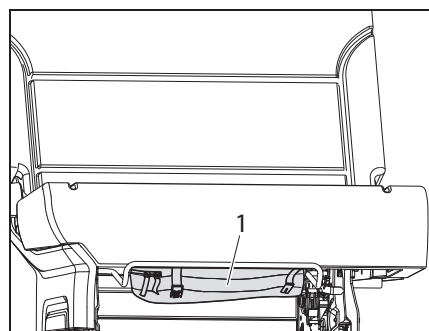

Figure 97 Sac des outils de bord sous la banquette
- ▷ L'outil pour le changement des pneus se trouve dans le sac des outils de bord (Figure 97,1) sous la banquette.